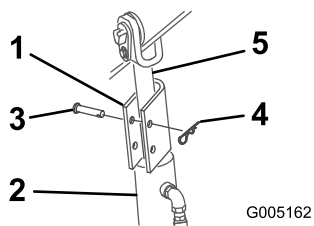

Figure 17
4. Posez un dispositif de blocage sur la tige de chaque vérin de levage (Figure 17).
5. Fixez chaque dispositif à de blocage à l'aide d'un axe de chape et d'une goupille fendue (Figure 17).